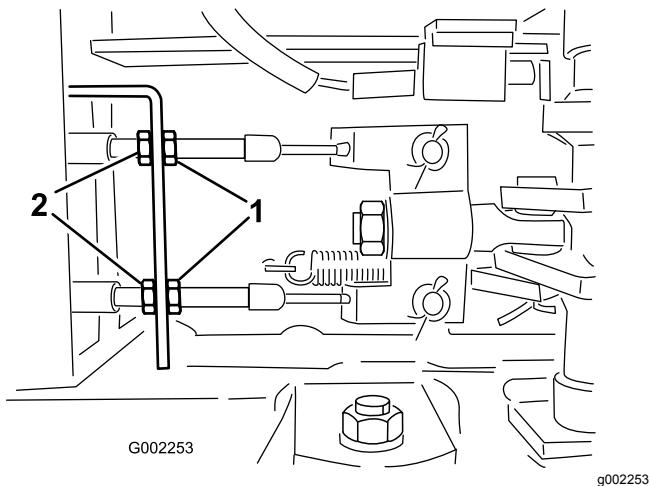

Figura 83
5. Afloje las tuercas delanteras de los cables de freno, debajo del extremo delantero de la máquina (Figura 83).
6. Apriete las tuercas traseras en la misma cantidad hasta que el pedal de freno recorra de 1 a 2 cm ($\frac{1}{2}$ " a 1") antes de que se note resistencia (Figura 83).